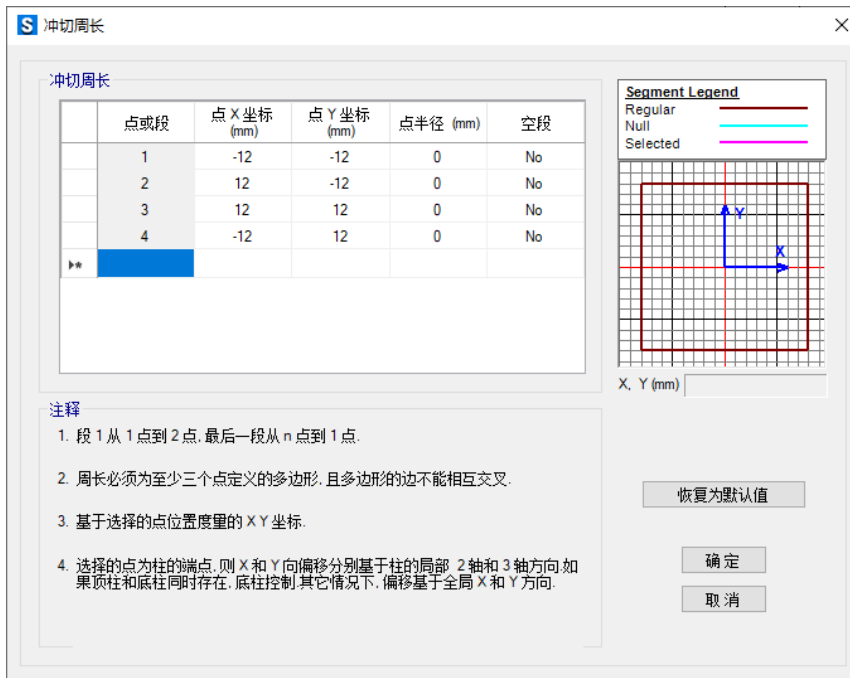

图 8 抗冲切校核覆盖项—指定冲切周长
- 2) 如果是不对称的冲切锥体，那么修改冲切周长需要选择“Specified Perimeter”，然后以所选择的节点为原点输入冲切周长控制点的坐标值，如图 8 所示。